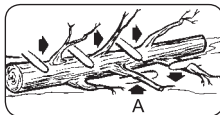

Abb. 15
Vom gefällten Baum werden die Zweige entfernt. Schneiden Sie nicht die Stützzweige (A), erst wenn der Baum in der Länge geschnitten ist (Abb. 15).